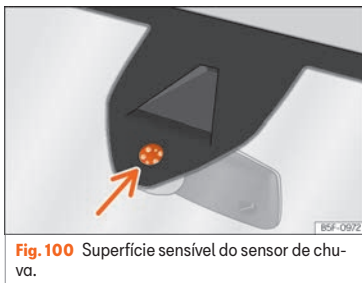

Fig. 100 Superfície sensível do sensor de chuva.
As possíveis causas de anomalias e interpretações erróneas na zona da superfície sensível » » » **Fig. 100** do sensor de chuva são, entre outras:
- Limpe regularmente a superfície sensível do sensor de chuva » » » **Fig. 100** [seta] e verifique possíveis danos nas escovas.